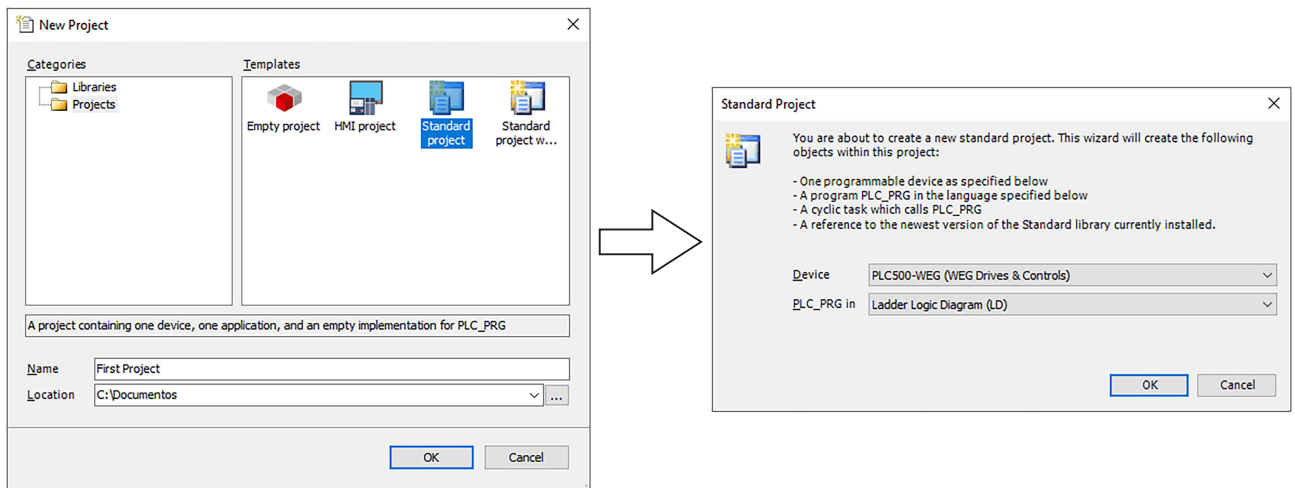

Figura 14.3: Creación de un nuevo proyecto
7) Cree un nuevo proyecto en **File -> New Project**. Seleccione **Standard Project**, defina el nombre y el local donde será guardado. Seleccione el Device PLC500-WEG y el lenguaje de programación deseado, conforme la Figura 14.3 en la página 14-3.